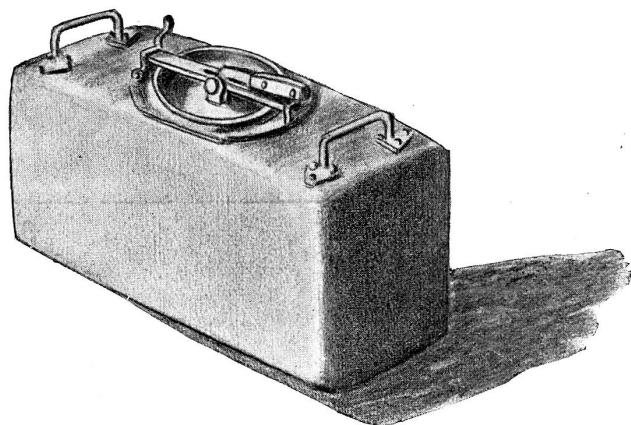

Fig. 2 Kochkessel
b. dem **Kochkessel** aus verzinnem Nickelblech, mit Federverchlussdeckel. Fassungsvermögen 25 l. = für 25 Mann. Siehe Fig. 2;